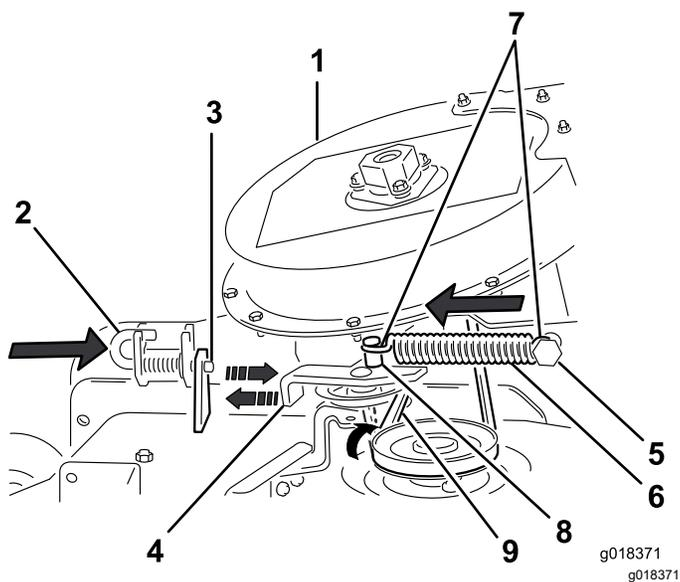

Figure 30
- Faites passer la courroie momentanément sous la poulie de tension (Figure 30).
- Déplacez le support de pivot de la poulie de tension vers le tenon fixe du ressort et accrochez le ressort en alignant le crochet sur le tenon mobile du ressort (Figure 30).
- Tirez sur la poulie de tension rappelée par ressort pour l'éloigner du tenon fixe et chaussez la courroie sur la poulie du plateau de coupe (Figure 30).